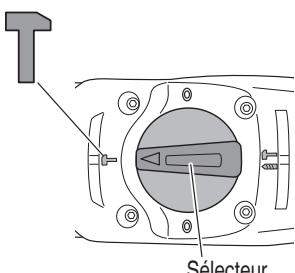

Fig. 8
(1) Commutation sur "percussion"
- (b) Alignez Δ du levier du sélecteur et T du couvercle de la manivelle comme illustré à la Fig. 8.